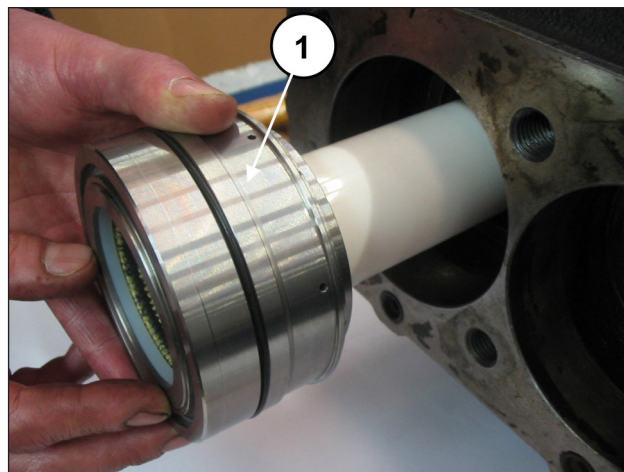

Fig. 168
Calibre os parafusos com chave dinamométrica, conforme indicado no capítulo 3. Insira o O-ring dentro do cárter da bomba (pos. ①, Fig. 167) e em seguida o bloco da camisa-suporte das juntas (dotado do mesmo O-ring) anteriormente montado até o batente (pos. ①, Fig. 168).